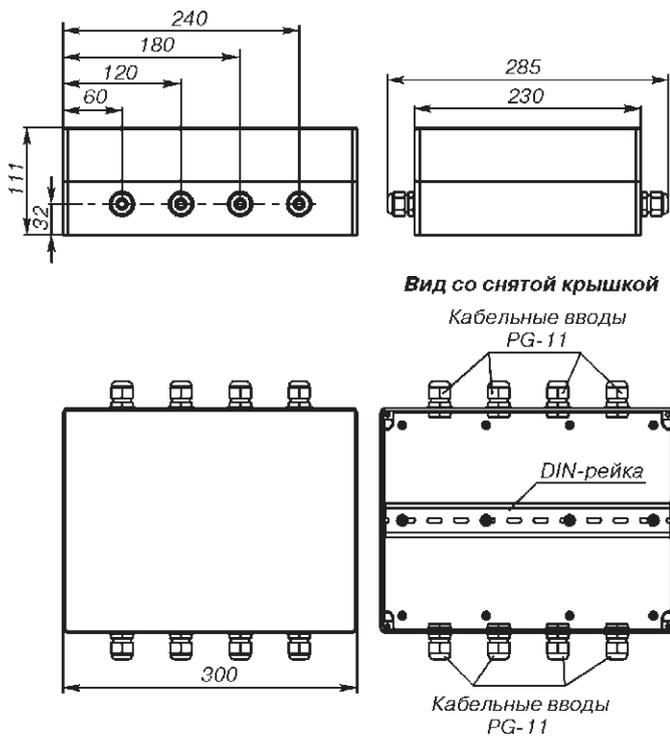
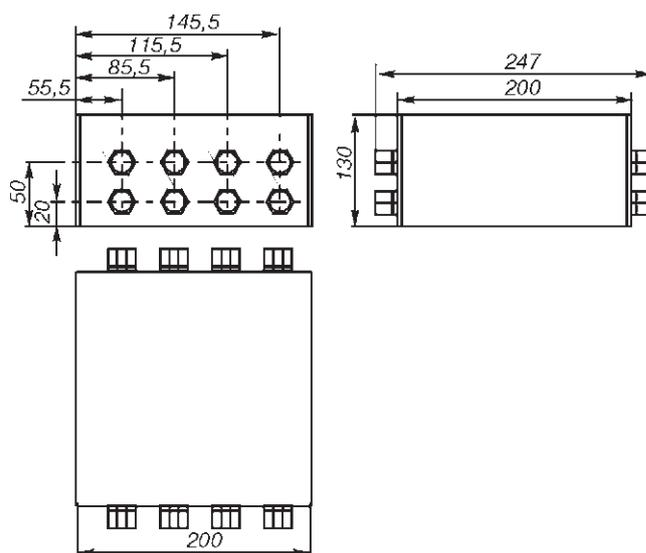

Рис. 8. Корпус IP65 (box-1).
Рис. 9. Корпус IP65 (box-2).
4. Поставка в комплекте с герметичным корпусом (указывается при необходимости): box1 - см. рис.8; box2 - см. рис.9. Количество и положение кабельных вводов может быть изменено по желанию Заказчика.